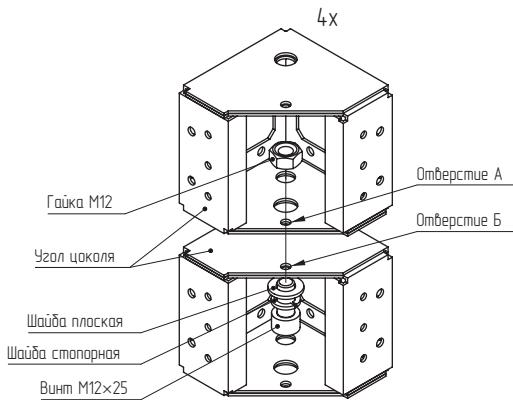

Рисунок 7
4.2.1 Установить два угла цоколя друг на друга, обеспечив соосность отверстий А и Б, и закрепить с помощью винта M12×25, плоской и стопорной шайб, а также гайки M12 (Рисунок 7). Момент затяжки – 49 Н·м. Гайка в комплект поставки не входит и приобретается отдельно.